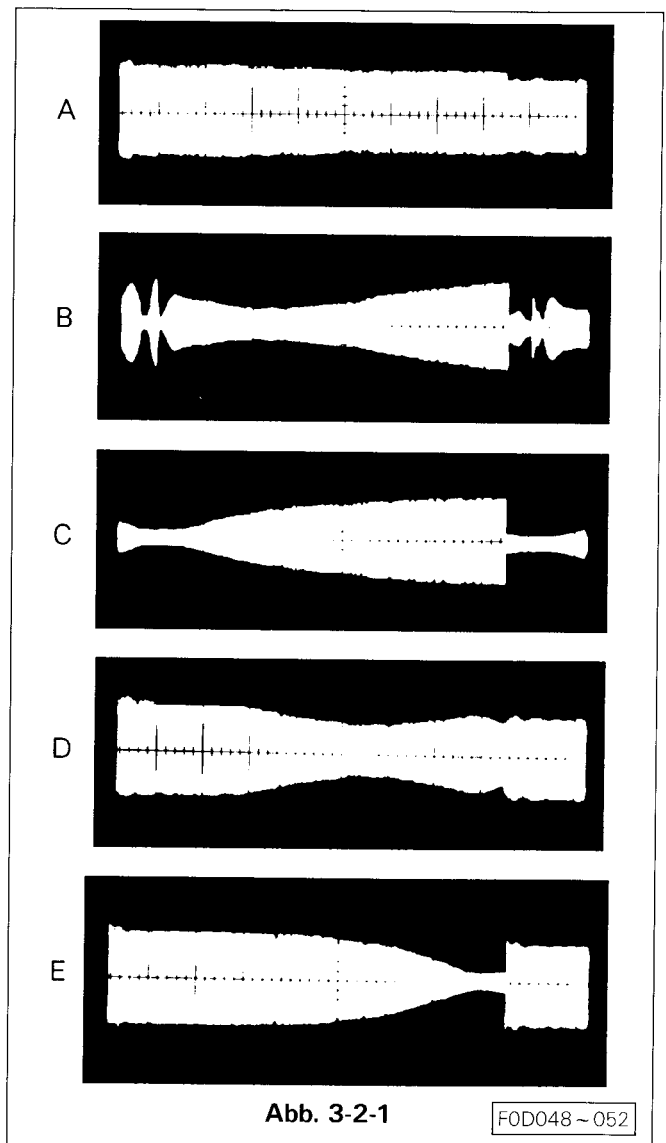

Abb. 3-2-1
3-2-1 Einstellung der Umlenkrolle (siehe Abb. 3-2-1)
- Die FM Form sollte wie in Abb. 3-2-1 gezeigt vorhanden sein.
3-2-3 Einstellung der Umlenkrolle Ablaufseite (siehe Abb. 3-2-1)